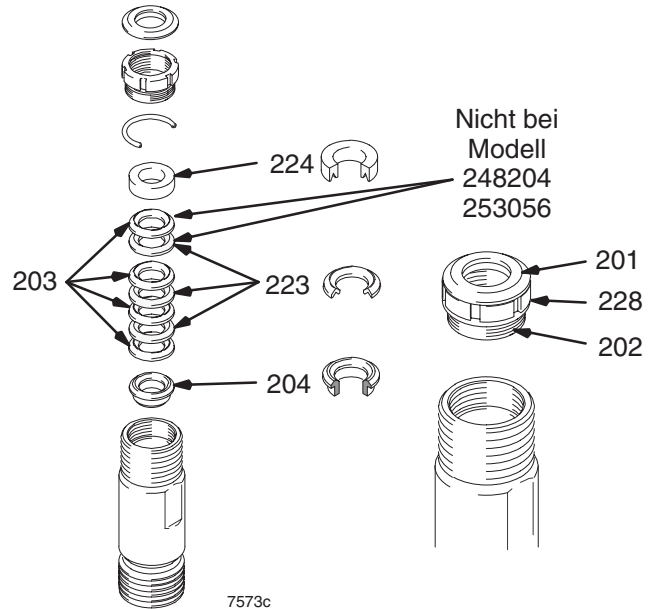

Abb. 12
Abb. 12. Vor dem Zusammenbau alle Lederpackungen mindestens 1 Stunde in SAE 30W Öl einweichen. Stützring (204) auflegen. Abwechselnd UHMWPE- (203) und Leder- (223) Packungen (auf Ausrichtung achten) auflegen. Gegenring (224) installieren. Dichtung (201) und Packungsmutter (202) und Distanzstück (228) installieren.